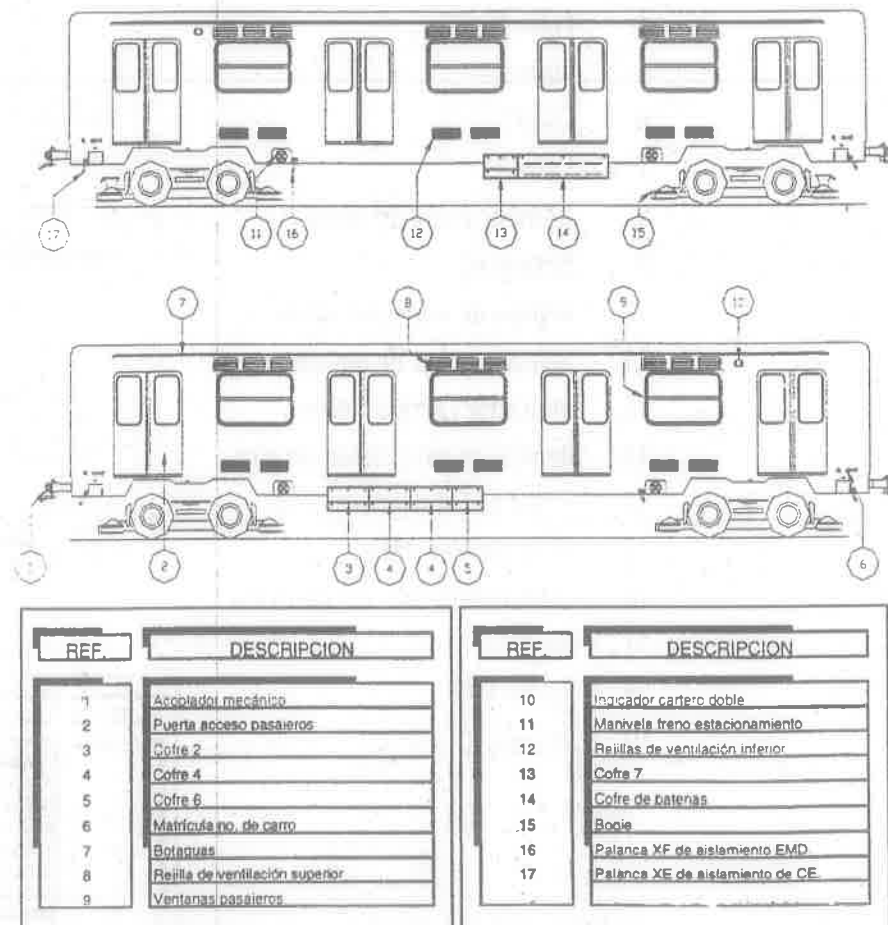

FIG.13 DISTRIBUCION DE EQUIPOS EN CARRO "PR" y "R"
3.3 COMPONENTES EXTERNOS VISTAS LATERALES DERECHA E IZQUIERDA REMOLQUE R (FIG 13)